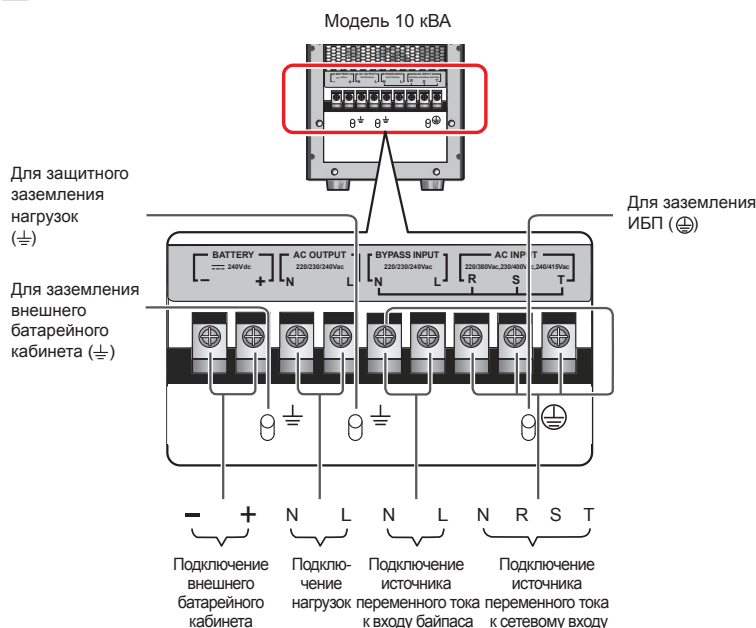

Рис. 6-15. Схема подключения в одноконтурного ИБП 10 кВА в конфигурации с двумя входами
- 3 Подключите кабели электросети переменного тока, нагрузок, выхода ИБП и внешнего батарейного кабинета к соответствующим зажимам ИБП (см. *Рис. 6-15 и 6-16*).
- 3 Подключите кабели электросети переменного тока, нагрузок, выхода ИБП и внешнего батарейного кабинета к соответствующим зажимам ИБП (см. *Рис. 6-15, 6-16, 6-18*).